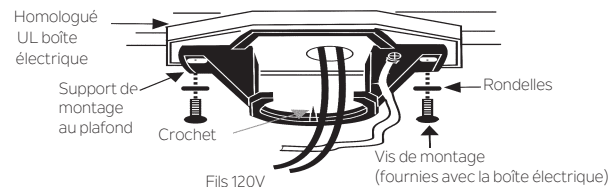

Fig. 6
Étape 3. Faites passer les fils 120 V d'alimentation de la boîte électrique du plafond par le centre du support de montage au plafond. (Fig.6)
Étape 4. Fixer le support de montage au plafond à la boîte électrique en utilisant les vis et les rondelles fournies avec la boîte électrique. (Fig. 6)